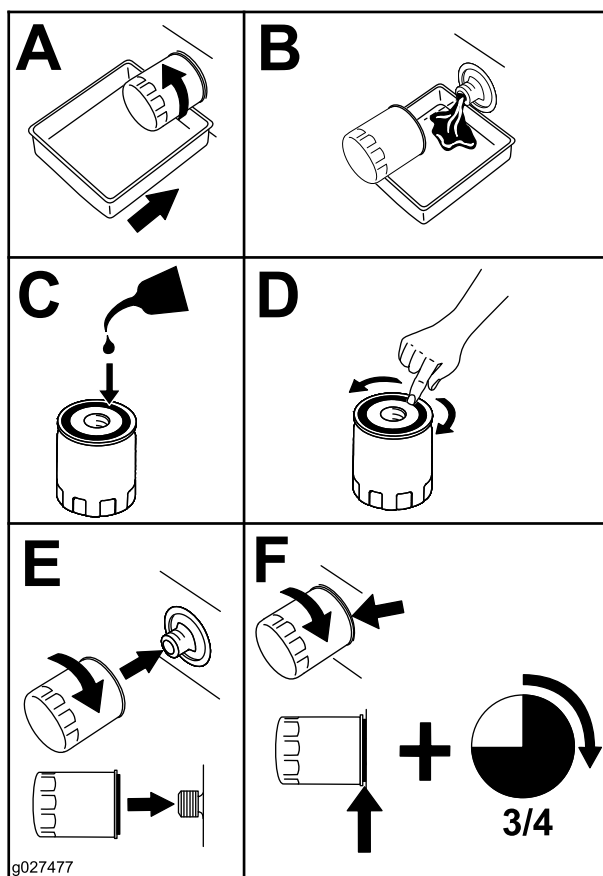

Figura 48
4. Înlocuiești filtrul de ulei de motor (Figura 48).